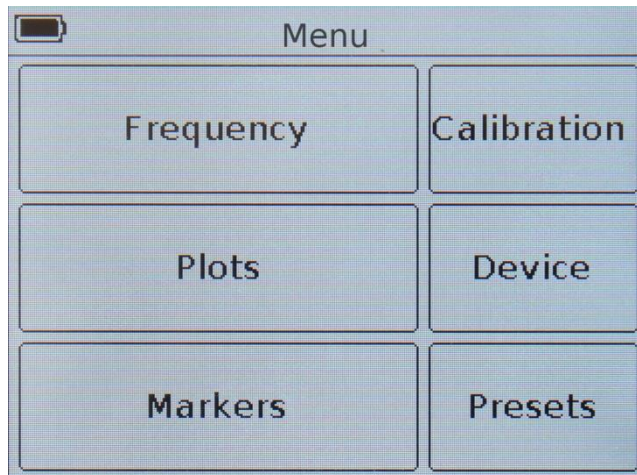

Рисунок 9.1 – Главное меню
9.2.1. Для установки частотного задания войдите в главное меню прибора (Рисунок 9.1), нажав кнопку (12) «**MENU**». Войдите в раздел **Frequency**. На экране появится меню, как на рисунке 9.2.
9.3.1. Для выбора отображаемых на экране прибора графиков, и настройки отображаемых на этих графиках параметров, войдите в главное меню прибора (Рисунок 9.1), нажав кнопку (12) «MENU». Войдите в раздел **Plots**. На экране появится меню, как на рисунке 9.7.
9.4.1. Войдите в главное меню прибора (Рисунок 9.1), нажав кнопку (12) «MENU». Войдите в раздел **Markers**. На экране появится меню, как на рисунке 9.8.
9.5.1. Для входа в меню калибровок, войдите в главное меню прибора, нажав кнопку (12) «**MENU**» (Рисунок 9.1) и выберите раздел **Calibration**. На экране будет выведено меню калибровки прибора, как на рисунке 9.11.
Для сохранения пользовательских настроек (частотное задание, калибровки, типы выводимых графиков настройки маркеров) войдите в главное меню, нажав кнопку (12) «MENU» (Рисунок 9.1) и выберите раздел **Presets**. На экране появится меню пользовательских установок, как на рисунке 9.14.